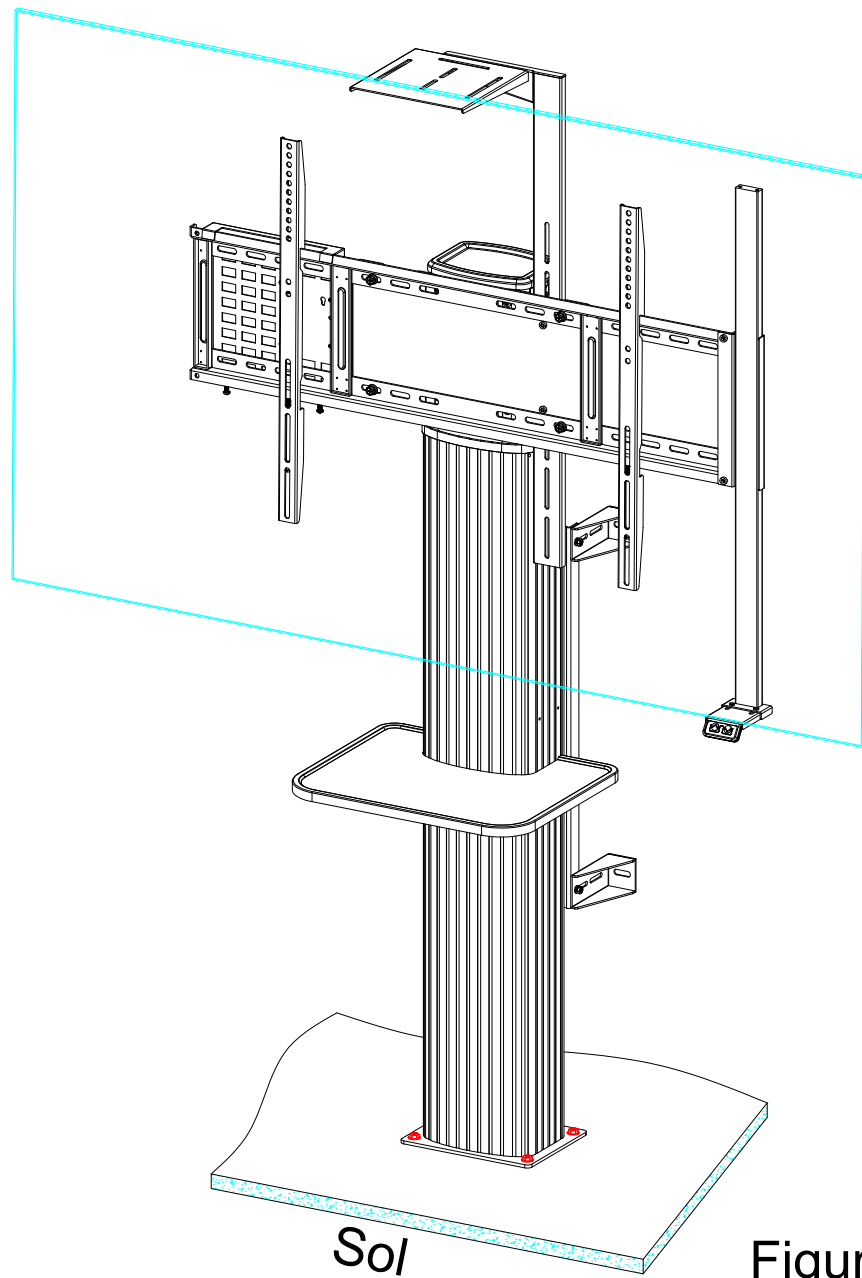

Figure 13
Étape 13 : Voir l'image ci-dessous pour l'effet après l'assemblage. (Figure 13)